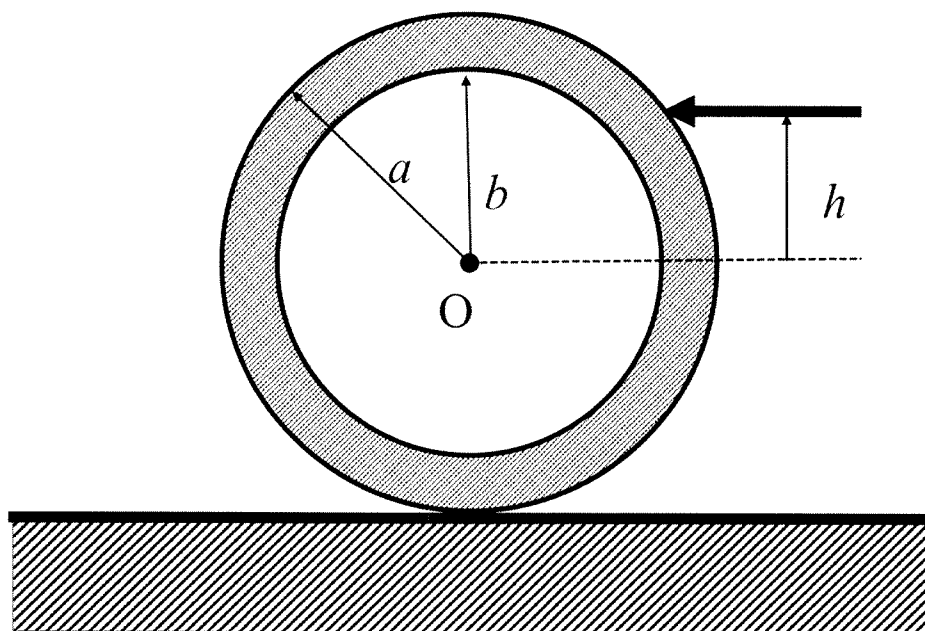

图 1
1. 図1に示すように，床に置かれた円筒に対して重心  $O$  から  $h$  ( $> 0$ ) の高さに，水平方向の衝撃を加えた場合の運動について考える。ただし，円筒の質量，円筒と床の動摩擦係数，および重力加速度は，それぞれ  $M$ ， $\mu'$ ，および  $g$  とする。また，衝撃直後の円筒の重心の速度を  $v_0$ ，円筒の中心軸まわりの角速度を  $\omega_0$  とする。このとき円筒の外周速度  $u_0$  は  $u_0 = a\omega_0$  で与えられる。衝撃直後にすべらないで転がる際の衝撃を加える高さを  $h_0$  とする。